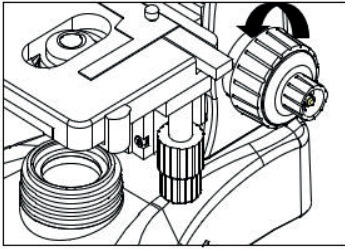

Fig.5
2.2.3 Instalación de los objetivos (Fig.5 - 6)